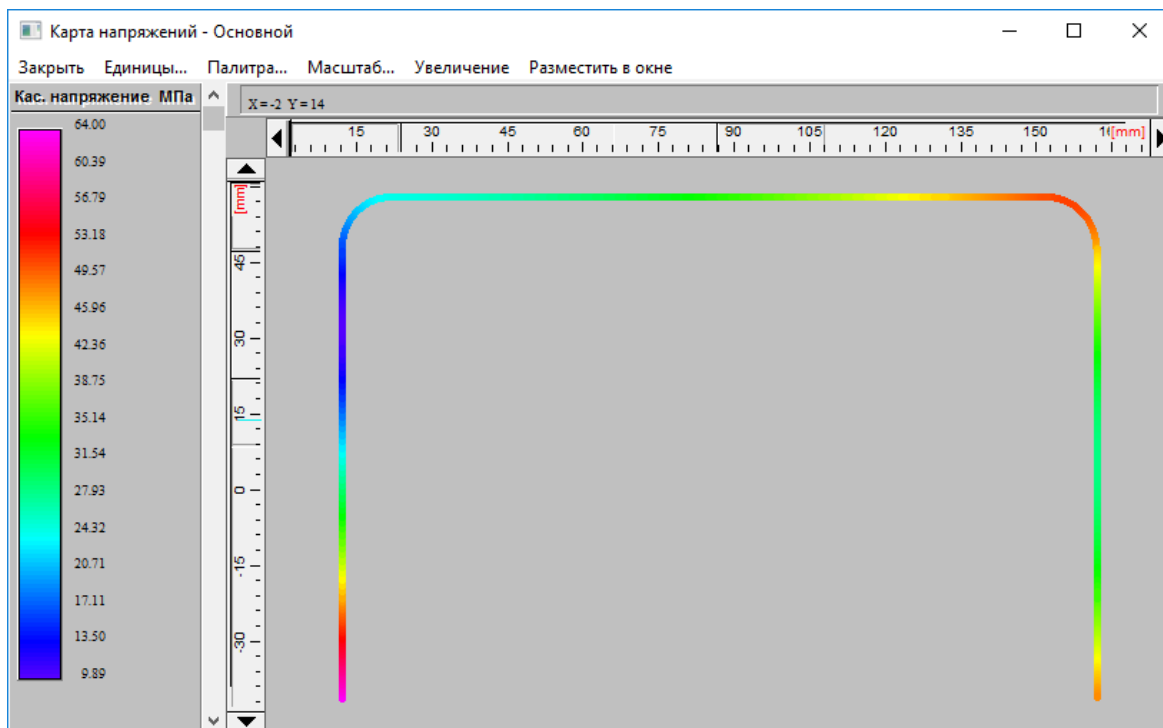

Рис. 9.9
7.1. Просмотр карты напряжений. После завершения расчета на экране монитора открывается окно «**Карта напряжений**» (рис. 9.9) с изображением сварного шва, окрашенного в различные цвета. Цветовая гамма шва отвечает цветовой шкале **Касательные напряжения МПа**, расположенной в левой верхней части окна.